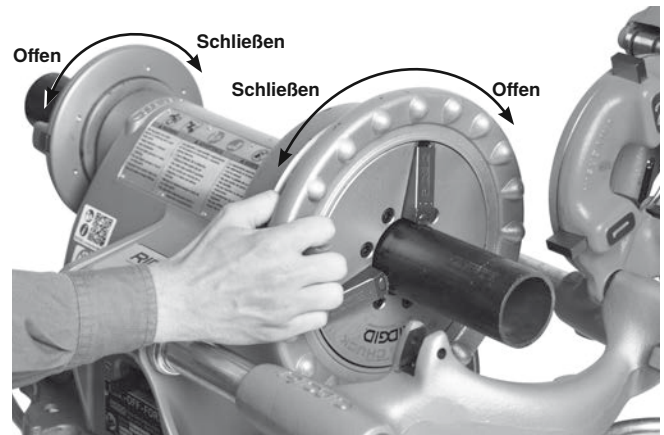

Abbildung 14 – Einspannen des Rohrs
4. Drehen Sie die hintere Zentriervorrichtung nach links (von Rückseite der Maschine aus betrachtet), um das Futter um das Rohr zu schließen (Abbildung 14). Achten Sie darauf, dass das Rohr in den Einsätzen zentriert wird. Das erhöht die Stützwirkung auf das Rohr und führt zu besseren Schneidergebnissen.
5. Drehen Sie das Handrad des vorderen Spannfutters nach links (von Vorderseite der Maschine aus betrachtet), um das Futter um das Rohr zu schließen. Achten Sie darauf, dass das Rohr in den Einsätzen zentriert wird. Drehen Sie das Handrad mehrmals kräftig nach links, um das Rohr im vorderen Spannfutter zu sichern (Abbildung 14).